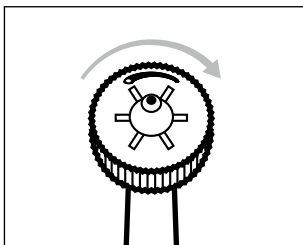

Rys. 4
- ◆ Obróć regulator dyszy ❶ palcami w lewo w celu ustawienia pojedynczego strumienia do precyzyjnego usuwania resztek pokarmu w trudno dostępnych miejscach (patrz rys. 4 i 5).